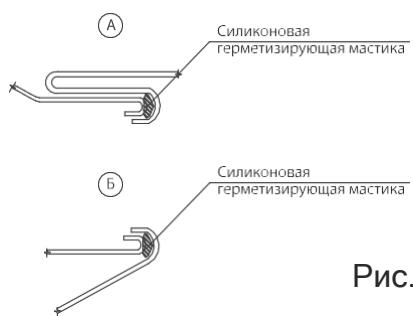

Рис. 19
- нанести силиконовую мастику (в соответствии с проектом) на замковую часть первой панели согласно Рис. 19, 20